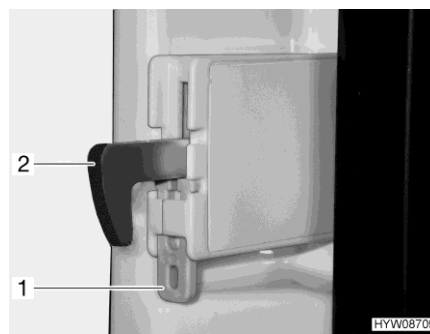

Fig. 252 Dispositivo di fissaggio (gancio di bloccaggio)
- Fissaggio del gancio di bloccaggio:** ■ Spingere il dispositivo di fissaggio (Fig. 252,1) verso l'alto. Spingere il gancio di bloccaggio (Fig. 252,2) verso l'alto, disinserendolo.
- Sblocco del gancio di bloccaggio:** ■ Spingere il gancio di bloccaggio (Fig. 252,2) verso il basso. Il gancio di bloccaggio è di nuovo inserito.